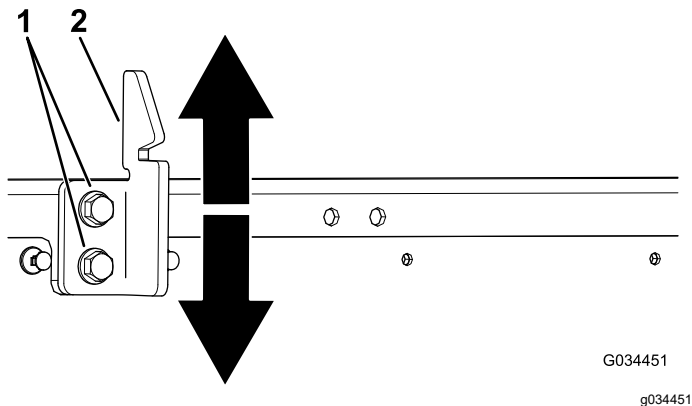

Bild 66
3. Lösen Sie die zwei Schrauben am Schlagbolzen des Ladepritschenriegels und bewegen Sie den Schlagbolzen nach oben oder unten, je nachdem, ob der Schlagbolzen zu hoch oder zu niedrig ist (Bild 66).
4. Ziehen Sie die zwei Schrauben am Schlagbolzen des Ladepritschenriegels an (Bild 66).